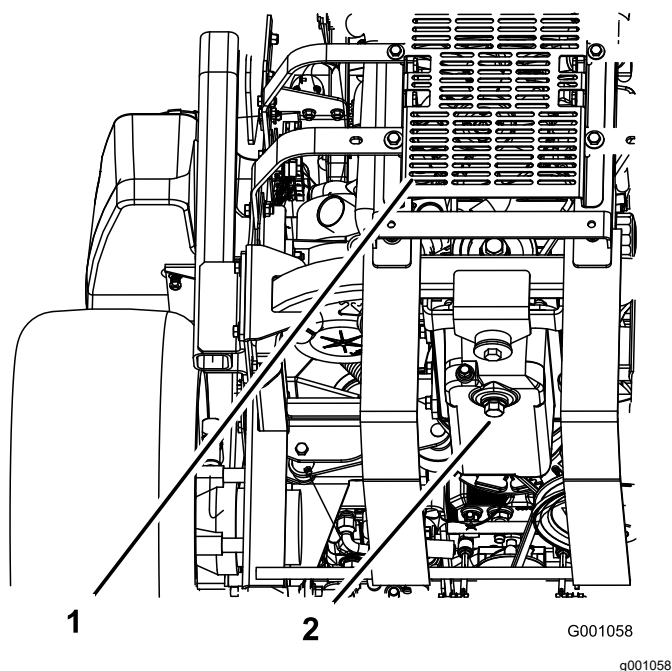

Figura 61
5. Collocate una bacinella sotto lo spurgo dell'olio. Togliete il tappo dell'olio e lasciate defluire completamente l'olio (Figura 61).